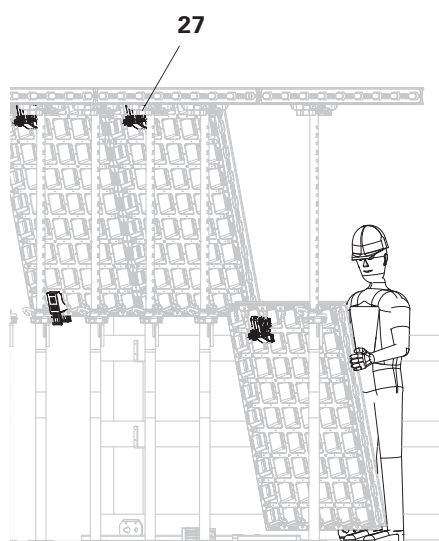

Fig. D4.02a
1. Accrocher des panneaux à fixation d'étais DUO dans l'étais de dalle à tête d'étais DFH. (Fig. D4.02a)